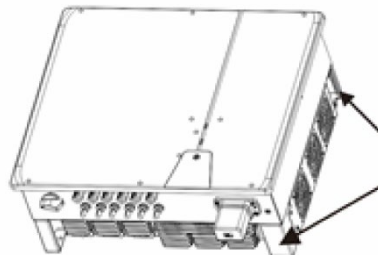

Fig. 3.2: Løfteposition (højre side)
- 1 Løft enheden ved grebene (se fig. 3.2). Vær opmærksom på enhedens tyngdepunkt!